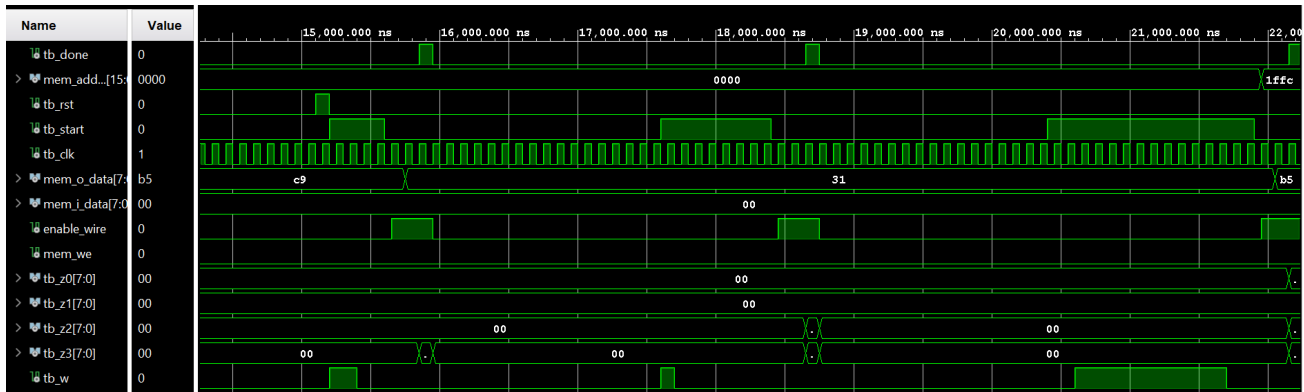

Figura 9
2.1. Due volte di seguito lo stesso indirizzo: verifica che a fronte di uno stesso indirizzo il componente imposti il segnale di “o_done” a “1” e ci mostri il contenuto dei canali di uscita z0, z1, z2, z3. A seguire in figura 9 un dettaglio della waveform pensata per questo caso limite: viene mandato in input due volte uno stesso indirizzo, la memoria restituisce quindi due volte 31, ma su due canali diversi (prima z3 e poi anche z2);